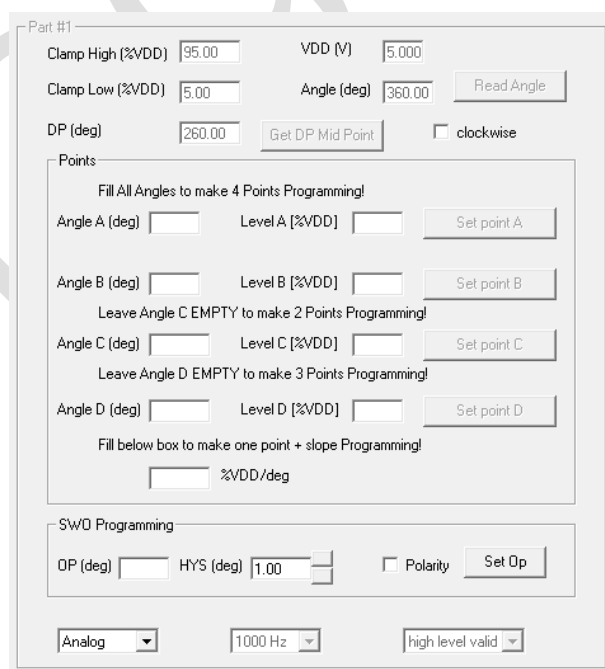

图 4.1.4 编程参数设置
- 3、Part #1 及 Part#2 是对两路信号分别做参数设置，此处以 Part1 为例说明，图 4.1.4，Part2 相同操作。